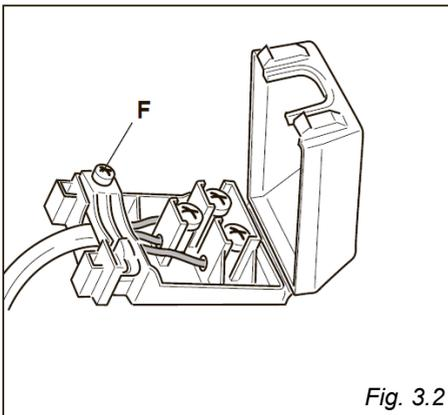

Fig. 3.2
- Abra el prensaestopas desatornillando el tornillo "F" (Fig. 3.2), desatornille los tornillos de los terminales y retire el cable.